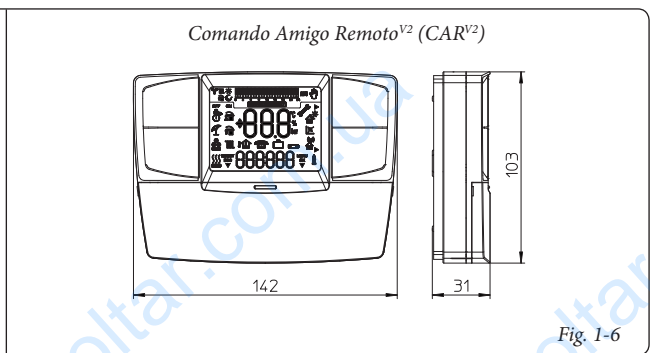

Fig. 1-6
• Comando Amigo Remoto^{V2} (CAR^{V2}) (Fig. 1-6) com funcionamento de crono termóstato climático. O painel de CARV2 permite ao utente, além das funções ilustradas no item anterior, ter sob controlo e, principalmente a mão, todas as informações importantes relativas ao funcionamento do aparelho e do sistema térmico, com a oportunidade de intervir comodamente nos parâmetros anteriormente configurados sem a necessidade de deslocar-se para o local onde está instalado o aparelho. O painel é dotado de auto-diagnóstico para visualizar no ecrã as anomalias de funcionamento da caldeira. O crono termóstato climático incorporado no painel remoto permite adequar a temperatura de mandada do sistema às reais necessidades